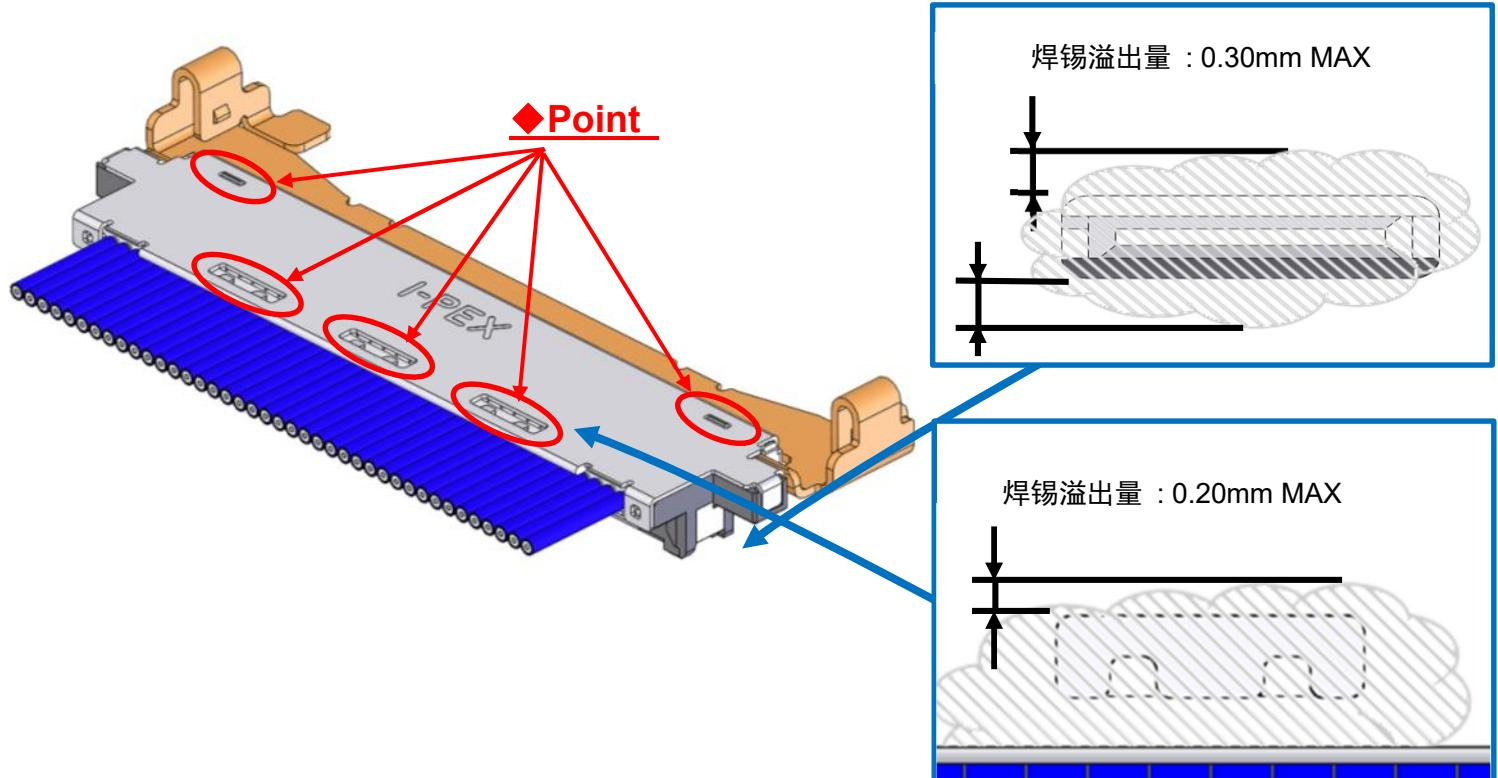

图. 7 焊接 Shell-A 和 Ground Bar
③建议用电烙铁焊接 Shell-A、B 和 Ground Bar。（图. 7, 8◆部）